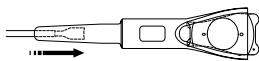

Fig. 12
6. Cierre las mandíbulas de las pinzas de carga de la ICL o TICL e intodúzcalas en el cilindro desde la parte frontal del cartucho. (Fig. 12)